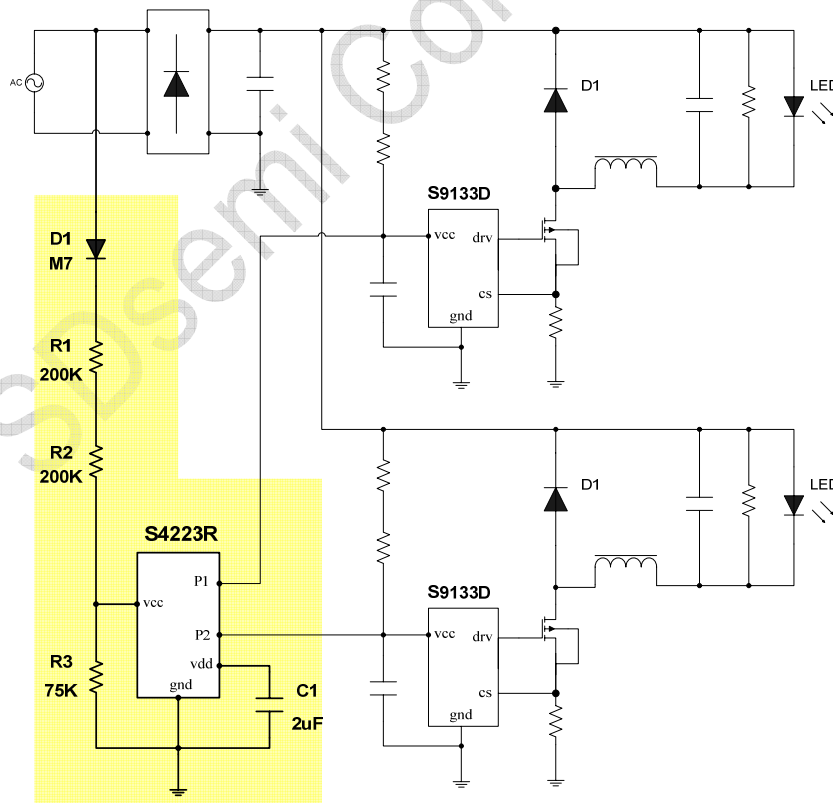

图1 S4223\R 典型应用图
如图 1 所示: S4223\R 的供电脚 VCC 通过电阻 R1, R2 和 D1 连接到 AC 的输入端中一极, S4223\R 的地线与恒流电源的地线相连。由于考虑到最高的交流电压和电阻的耐压, 如果该供电电阻使用的是贴片电阻建议两个串联。电阻 R3 为下拉电阻, 它的作用为滤除由于 LED 铝基板的感应漏电造成的虚拟电压。
2) 鉴于目前双电源开关调色温方案存在当 LED 铝基板感应漏电的情况时逻辑不正常的现象, 建议客户在设计时, 必须模拟 LED 铝基板漏电的情况, 并测试逻辑状态是否正常。S4223\R 可以通过调节图 1 中的 R3 值消除漏电造成逻辑不正常的问题, 对于该问题来说, R3 值越小越好, 但是同时可能会造成芯片的供电不足, 特别是交流电压低的时候。建议图 1 中的 R1 和 R2 取 200K, R3 取 75K, 当需要在更低的交流输入的情况工作, 可以把 R1, R2 和 R3 的值等比例减小。
4) 如图 1 所示: 由于 S4223\R 直接从 AC 的